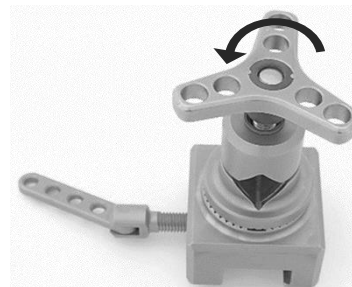

Fig. 16
Les Figures 16 et 17 ne sont données qu'à titre d'exemple et ne correspondent pas à la pince de fixation pour table d'opération EEK-1F/1S, car la zone de serrage de la pince de fixation pour table d'opération représentée est en forme de losange au lieu d'être ronde.
Tourner la poignée en étoile (1) dans le sens inverse des aiguilles d'une montre jusqu'à ce qu'elle puisse être retirée (Fig. 16).